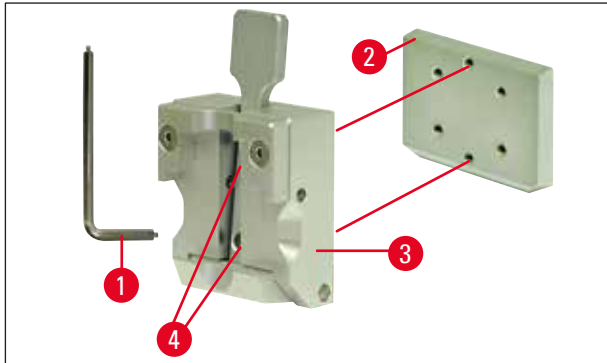

Fig. 10
3. Para remover a guia em cauda de andorinha (→ Fig. 10-2) do prendedor de amostra (→ Fig. 10-3), retire os dois parafusos (→ Fig. 10-4) da guia em cauda de andorinha (→ Fig. 10). Novamente, use a chave Allen com cabo, N° 3.